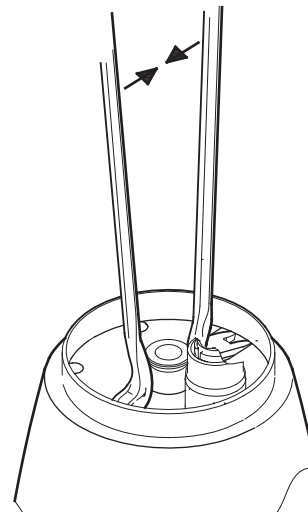

Рис. 15 Демонтаж кожуха насоса
2. С помощью двух монтажных ломов снимите кожух насоса (150) с корпуса статора (55). См. рис. 15.